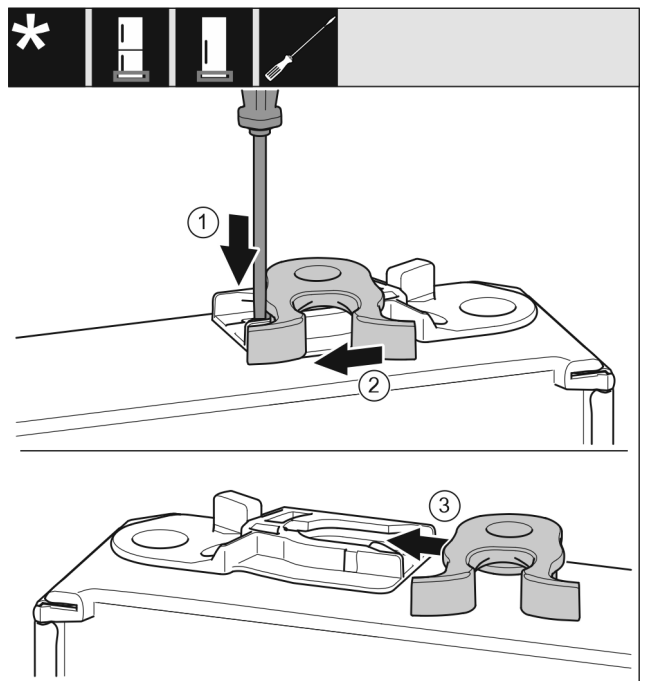

Fig. 18
- ▶ Paspauskite antdėklą Fig. 18 (1) išdrožiniu atsuktuvu žemyn.
- ▶ Ištraukite uždarymo kabliuką Fig. 18 (2) iš kreipiamosios.
- ▶ Uždarymo kabliuką Fig. 18 (3) kitoje pusėje įstumkite į kreipiamąją.